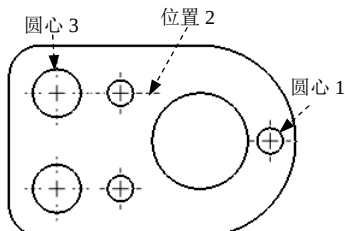

图 6.3.21 选取剖切线
Step4. 选取图 6.3.21 所示的圆心 1，在系统弹出的快捷菜单中单击  按钮，在图 6.3.21 所示的位置 2 处单击，在图 6.3.21 所示的圆心 3 处单击，单击  按钮。